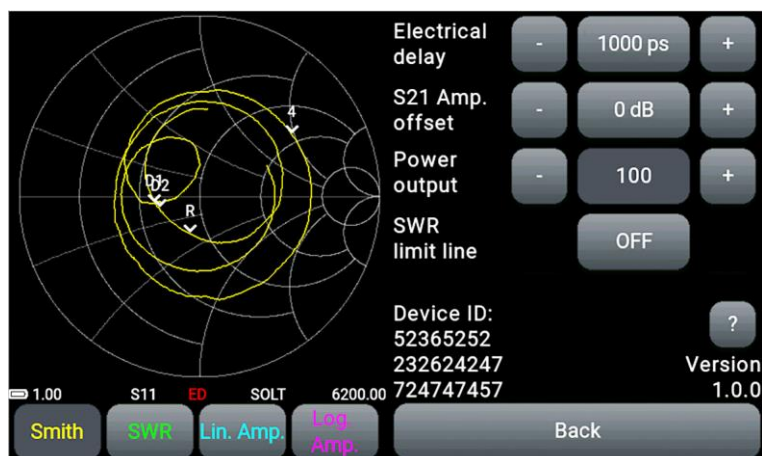

Рисунок 9.15 – Отображение пороговой линии КСВ выключено
9.9.2. Выключение и включение отображения линии КСВ производится нажатием на кнопку с числовым значением коэффициента (Рисунок 9.15).